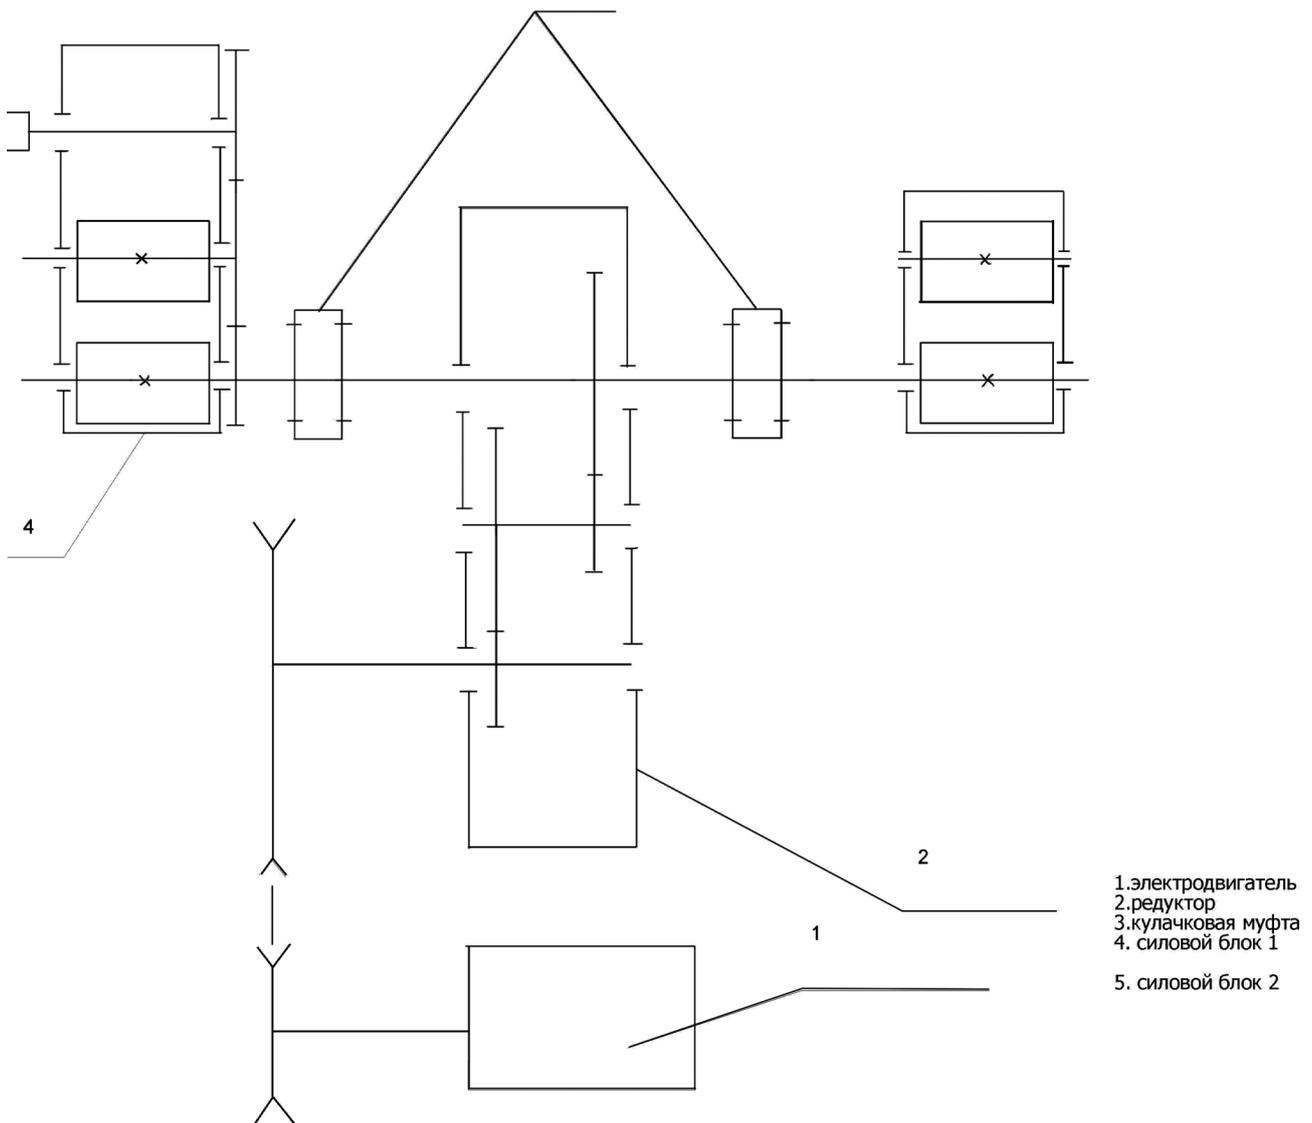

Рис. 1.
Рис. 1 и 2. Общий вид изделия.
4.3 Принцип работы (см рис.1.)
Приложение: кинематическая схема (рис. 1).
Установить каретку (9) на консоль (14) (см. рис.1) в положение, соответствующее желаемой длине элемента и закрепить его.